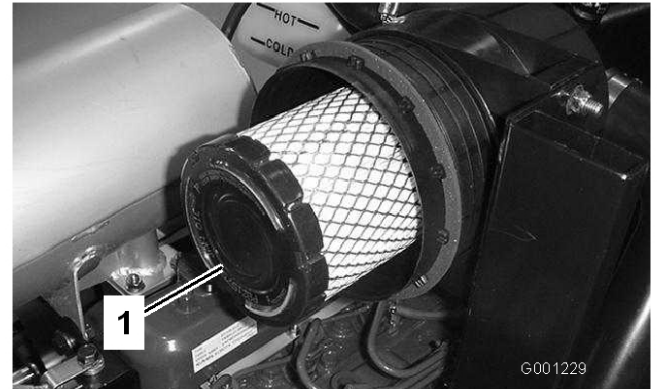

Figura 47
4. Retire y cambie el filtro primario (Figura 47).